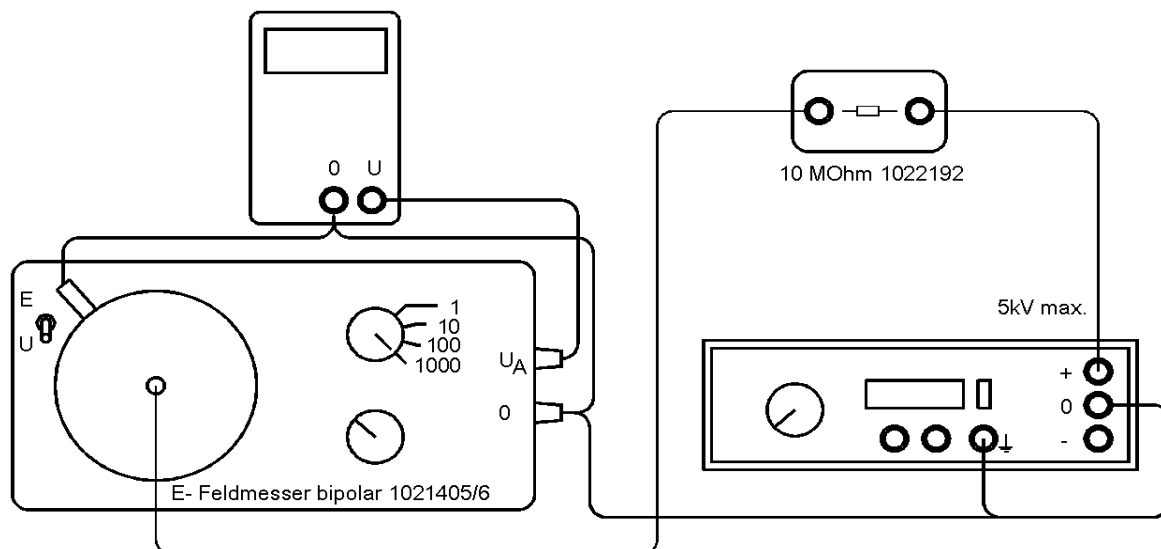

Fig. 2 : Mesureur de champ électrique comme électromètre d'influence
- Intégrer une résistance de protection de 10 Mohm (par ex. 1022192) dans l'alimentation en tension pour toutes les expériences réalisées avec des tensions supérieures à 100 V (cf. Fig. 2 et Fig. 3).
- Réaliser le montage de l'expérience avec la plaque de mesure de tension (16) conformément à la Fig. 2.
- Raccorder l'instrument d'affichage à la sortie de tension (2) et (4).
- Placer la plaque de mesure de tension (16) sur le mesureur de champ électrique (7) et serrer légèrement à l'aide de vis moletées.
- Positionner le commutateur (11) sur « (U/V) ».
- Régler le sélecteur des plages de mesure (6) à 1000.
- Tutti gli esperimenti con tensione superiore ai 100 V devono essere eseguiti previo collegamento di una resistenza di protezione da 10 MOhm (ad es. 1022192) nell'alimentazione (v. Fig. 2 e Fig. 3).